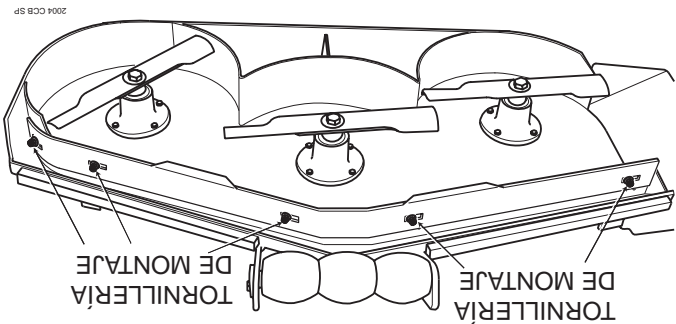

Figura 6-9 Deflector de corte personalizado
2. Quite los accesorios que aseguran el deflector de corte personalizado a la plataforma de corte. (Vea la Figura 6.9)